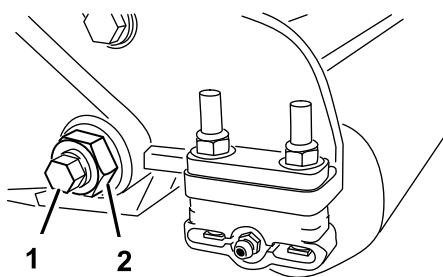
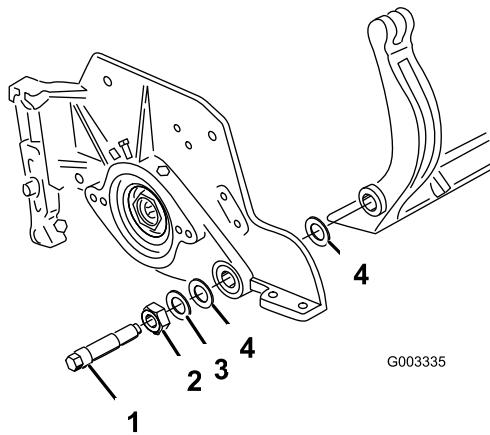

図 26
図 27
- ベッドバー・ボルト（図 26）を固定しているロックナット（機体両側）をゆるめる。
- 各ベッドバー・ボルトを抜いて、ベッドバーを下に引き抜いて外す（図 26）。ベッドバーの両端にナイロン・ワッシャーとスチール・ワッシャーが2枚ずつあるので注意する（図 27）。
- ベッド・バー・ボルト（とボルトについているナット）とワッシャ6枚で、ベッド・バーを各サイド・プレートに固定する。ナイロン・ワッシャはサイド・プレートの両側のボスに嵌め込む。その外側からスチール製ワッシャを取り付ける（図 27）。ベッドバー・ボルトを3.7~4.5 kg.m にトルク締めし、外側のスチール製ワッシャの遊びがなくなっているが、サイドプレートを変形させるほどには締めすぎていない程度に、ロックナットを締め付ける。内側のワッシャには遊びがあつてよい。